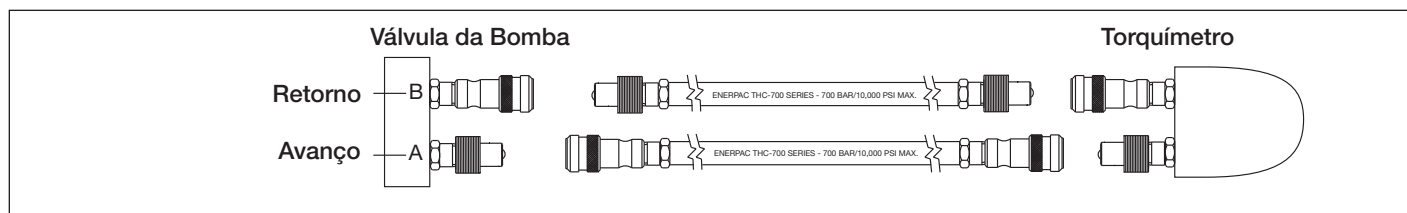

Figura 5
Conecte as mangueiras conforme demonstrado na Figura 5.
1. Tipo de bomba para torque Enerpac Sx, Wx, RSL, HMT e DSX chaves e outras marcas. Use as mangueiras com a marca "Enerpac Série THQ-700-700 bar/10.000 psi max.". Os engates devem ser polarizados, conforme figura 5 para correta operação de torque. Certifique-se de que os engates estão totalmente acoplados e apertados antes do acionamento. Um acoplamento parcial dos engates não vai permitir a correta operação de torque.